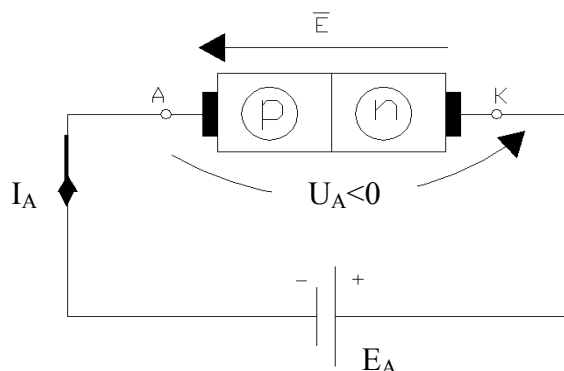

Fig. 2.3.
b) Joncțiunea *pn* polarizată invers (fig. 2.3). Joncțiunea *pn* nu conduce și prin joncțiune curentul I_A este de valoare foarte mică (aproximativ egal cu zero). Curentul invers prin joncțiune este curentul invers de saturație I_S .